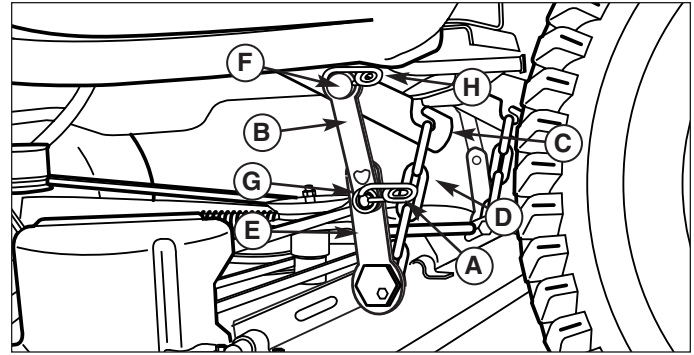
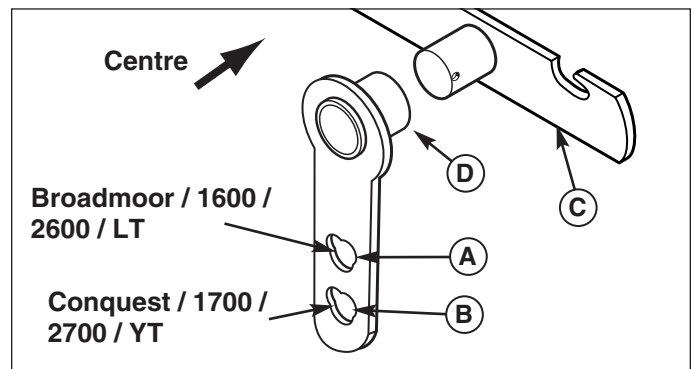

Figure 13. Bras de levage
Figure 14. Patère supérieure
4. Déconnecter la bague de sécurité (A, Figure 13) et la rondelle (G) depuis la patère inférieure. Ôter la patère supérieure (B) du poteau de levage (F). Connecter la patère supérieure (B) à la patère inférieure (E) à l'aide de la bague de sécurité (A) pour empêcher le mauvais placement des pièces ou leur perte. Refaire la même chose de l'autre côté.
4. Voir la Figure 13. Connecter la chaîne de levage (D) au crochet de levage (C). Refaire la même chose de l'autre côté.
6. Déconnecter la bague de sécurité (A, Figure 13) de la patère supérieure (B) et de la patère inférieure (E) si elle est encore connectée du remisage. Glisser la patère supérieure (B) par-dessus le poteau sur le crochet de levage (F). Le long moyeu (D, Figure 14) sur la patère supérieure doit être tourné vers le centre. Connecter le trou de la patère supérieure (B, Figure 13) au poteau sur la patère inférieure (D). Attacher avec la rondelle (G) et la bague de sécurité (A). Refaire la même chose de l'autre côté.
*Remarque : Utiliser le trou supérieur pour la tondeuse Broadmoor / 1600 / 2600 / LT et le trou inférieur pour la tondeuse Conquest / 1700 / 2700 / YT comme indiqué à la Figure 14.*
4. Voir la figure 14. Connecter les chaînes de relevage de tondeuse (B) aux crochets de relevage de tracteur (A).
5. Voir la figure 14. En partant du côté gauche du tracteur, utiliser le bras de tension (D) pour relâcher la tension de la courroie. Installer la courroie (C) sur la poulie de la PDF.